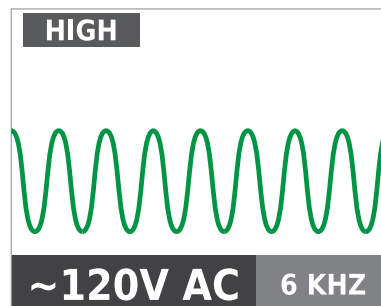

Figure 3.1b
3. Sélectionnez le mode de signal ÉLEVÉ pour la plupart des applications. L'écran apparaît comme indiqué en Figure 3.1b.